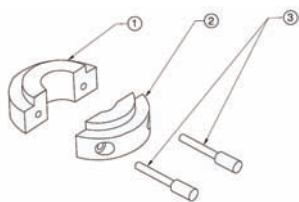

図3 点滴スタンド用アダプター
- 1) 点滴スタンドの周りに、点滴スタンド用のサイズ調節アダプター (図3の1と2) を取り付ける。
- 2) ねじ (図3の3) で点滴スタンド用アダプターを合わせる。